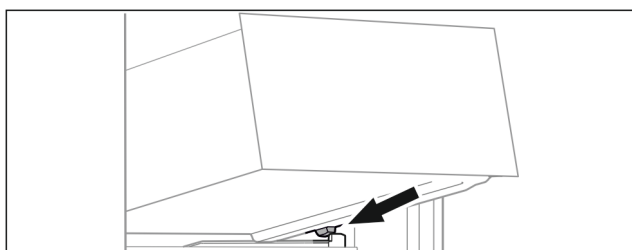

Fig. 67
- Lade schuin achter de stoppers op containerrib plaatsen. (zie Fig. 67)